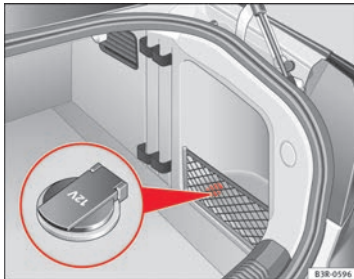

Abb. 123 Ausschnitt aus Seitenverkleidung des Gepäckraums: 12 Volt Steckdose
- Die Abdeckkappe der Steckdose anheben ⇒ Abb. 123.